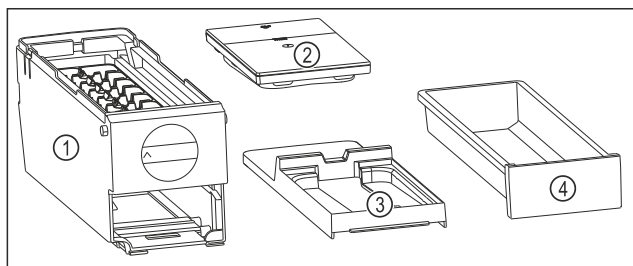

Fig. 174 Dele af EasyTwist-Ice
- ▶ EasyTwist-Ice er adskilt i fire dele. (se Fig. 174)
- ▶ EasyTwist-Ice må kun adskilles i de afbildede dele. (se Fig. 174)
- ▶ Rengør EasyTwist-Ice-legemet Fig. 174 (1) som en helhed.